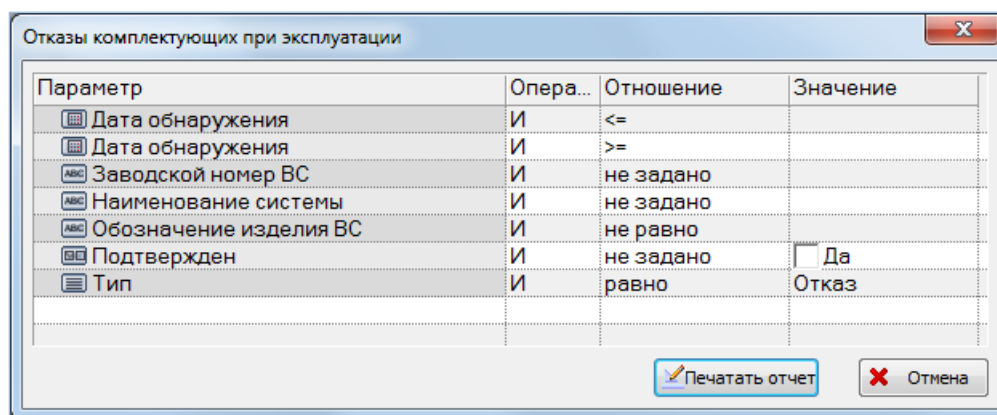

Рис. 13-330 – Окно с параметрами запроса
3) Нажать кнопку с наименованием отчета. При нажатии на нижнюю часть кнопки открывается выпадающее меню с возможностью выбора вида отображения отчета – в конструкторе отчетов или в формате Excel. Выбрать необходимый пункт из меню, после этого открывается окно задания параметров отчета (рис. 13-330). При нажатии на верхнюю часть кнопки открывается окно для задания параметров отчета и по умолчанию отчет сформируется в конструкторе отчетов.